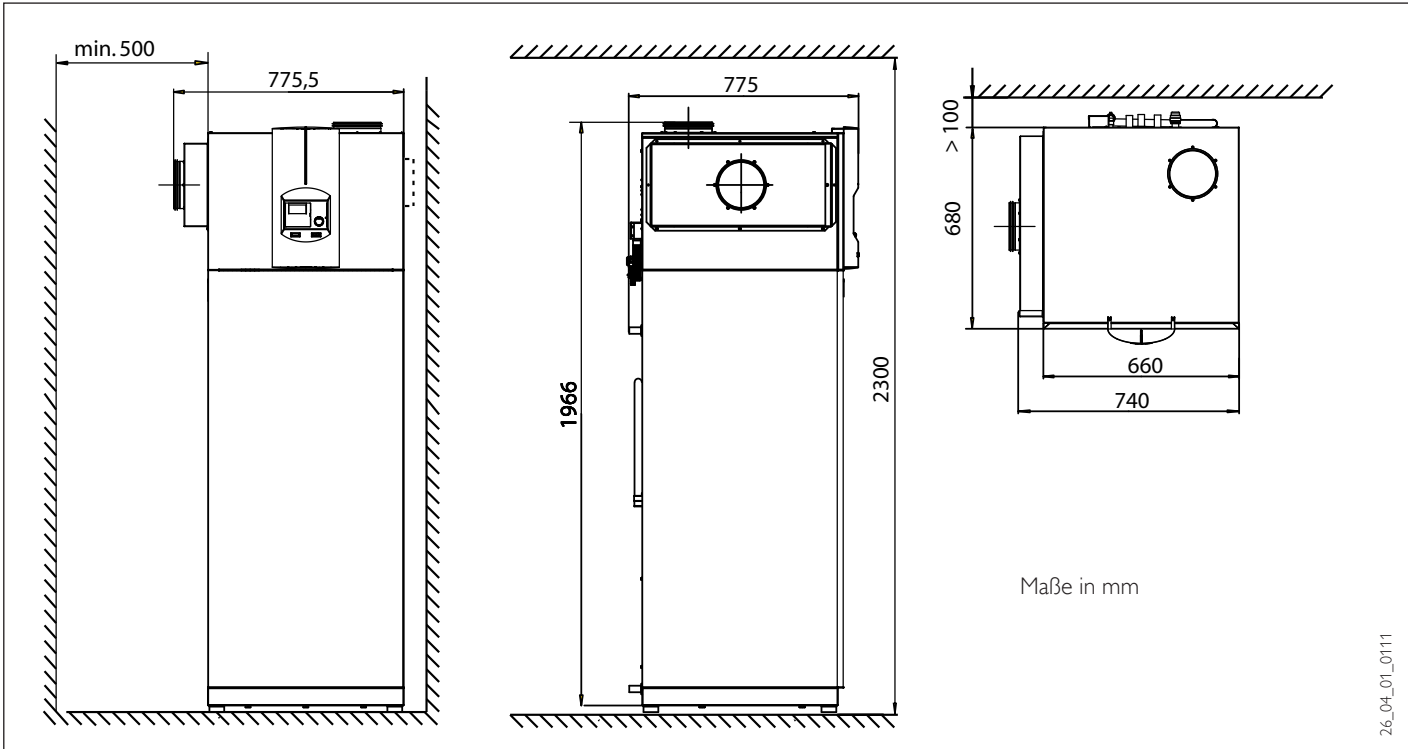

Abb. 8
- Das Gerät darf durch Wände und Decken nicht weiter als in Abb. 8 angegeben eingeeengt werden.